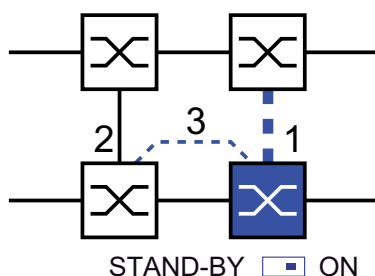

Abb. 39: Zwei-Switch-Kopplung mit Steuerleitung
- Wählen Sie die „Zwei-Switch-Kopplung mit Steuerleitung“ mit Hilfe des Dialog-Buttons mit der selben Grafik wie die untenstehende (siehe Abbildung 39).